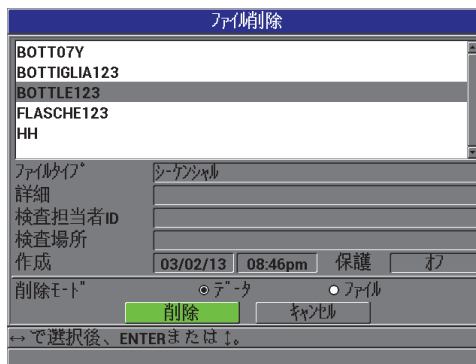

図 7-12 ファイル削除画面
2. ファイル削除画面（135 ページ図 7-12 参照）で、ファイルを選択し、リストの中から削除したいファイルを選択します。